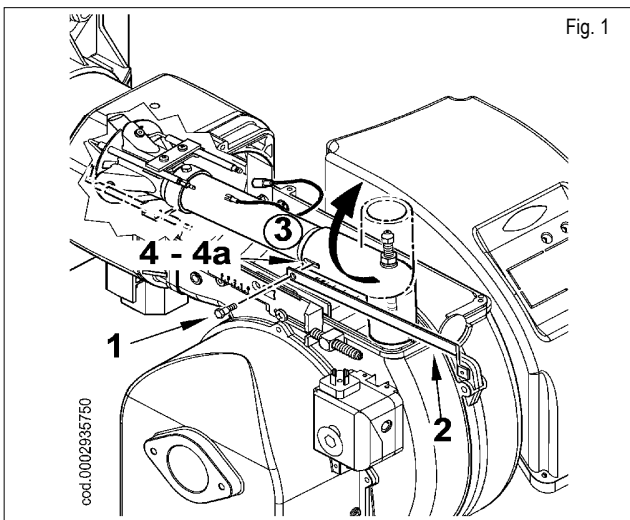

Fig. 1
- 1) Dévisser les vis 1 et enlever le capot 2 (figure 1).
- 1) En suivant les instructions du paragraphe « Entretien », extraire le groupe de mélange et enlever la vis (1) qui relie la tige d'avancement (2) du groupe au tube de refoulement de gaz (3) en passant à travers la fente (4) du raccord coudé (figure 1).
- 2) Faire pivoter de 180 ° le raccord coudé de manière à ce que la cavité du tube de refoulement de gaz soit en face de la fente (4a) en position diamétralement opposée sur le raccord. Relier à nouveau la tige d'avancement (2) au tube de refoulement de gaz (3) avec la vis (1) de la figure 1.